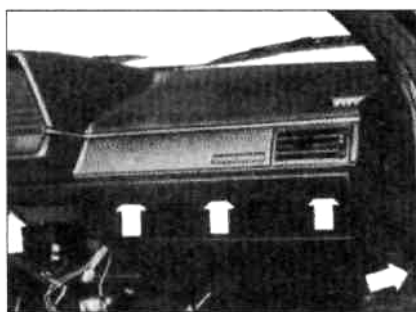

Рис. 12.27 Расположение крепежных винтов отделки с пассажирской стороны (отмечены стрелками) и скобы (А) (Глава 28)
- 4 Обратитесь к Рис. 12.27, удалите пять